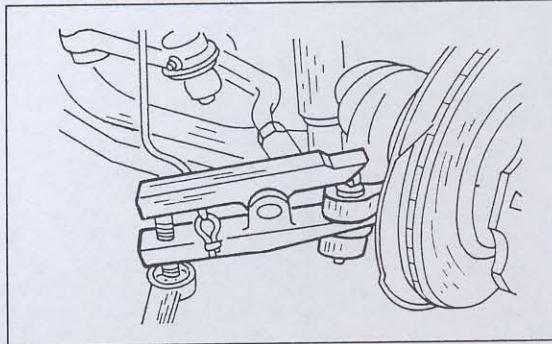

Bild 247
- Den Splint und die Kronenmutter der Spurstange am Lenkhebel entfernen und die Kugelbolzenverbindung mit einem geeigneten Abzieher trennen. Ein solcher Universalabdrücker ist in Bild 247 gezeigt.